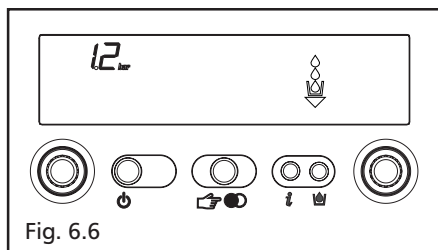

Fig. 6.6
**Info 2** visualizza la pressione di carica impianto (fig. 6.6)